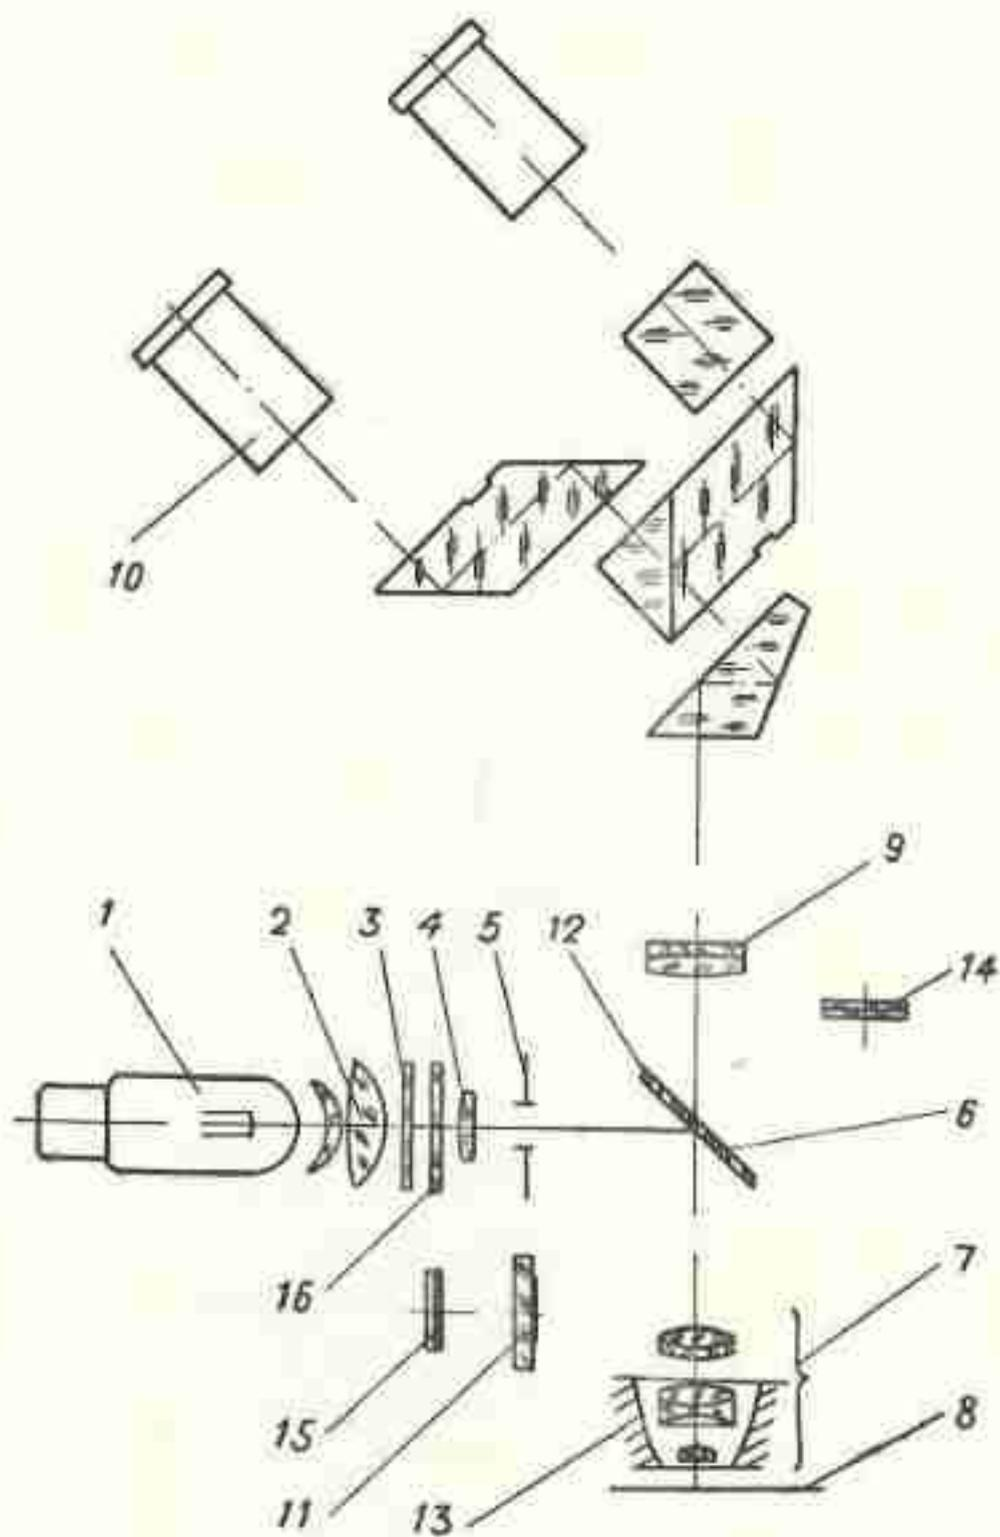
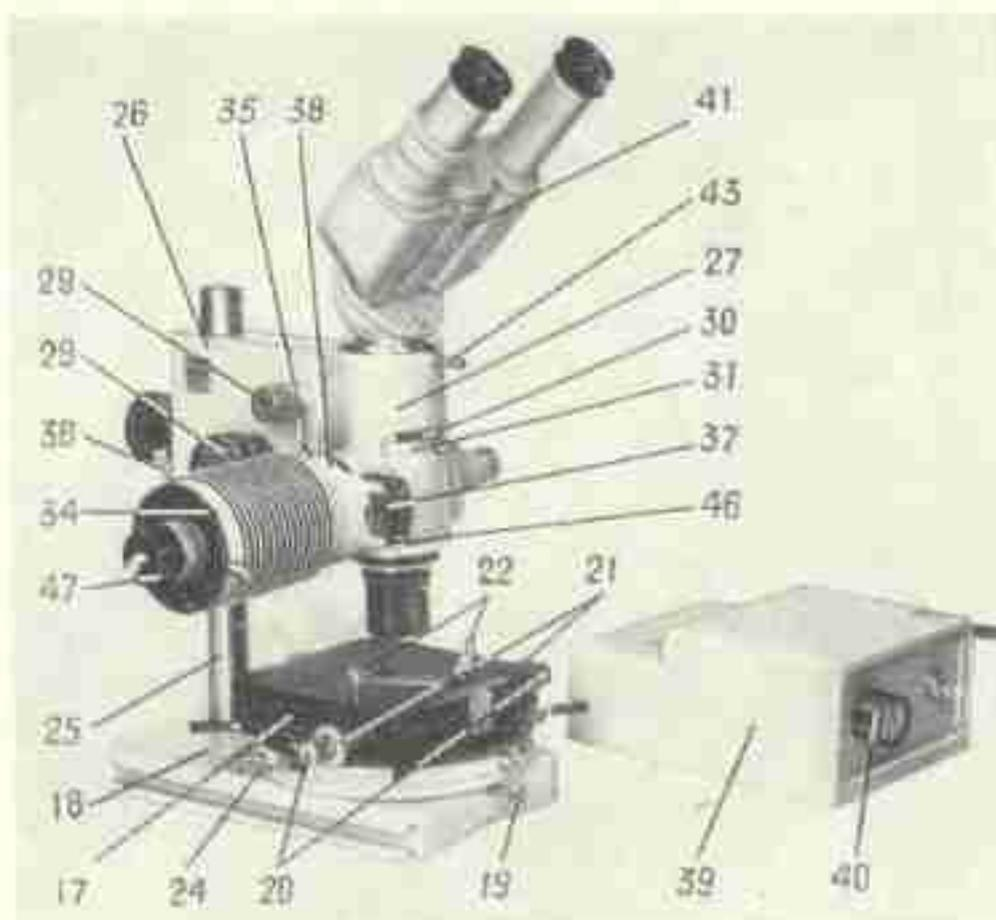
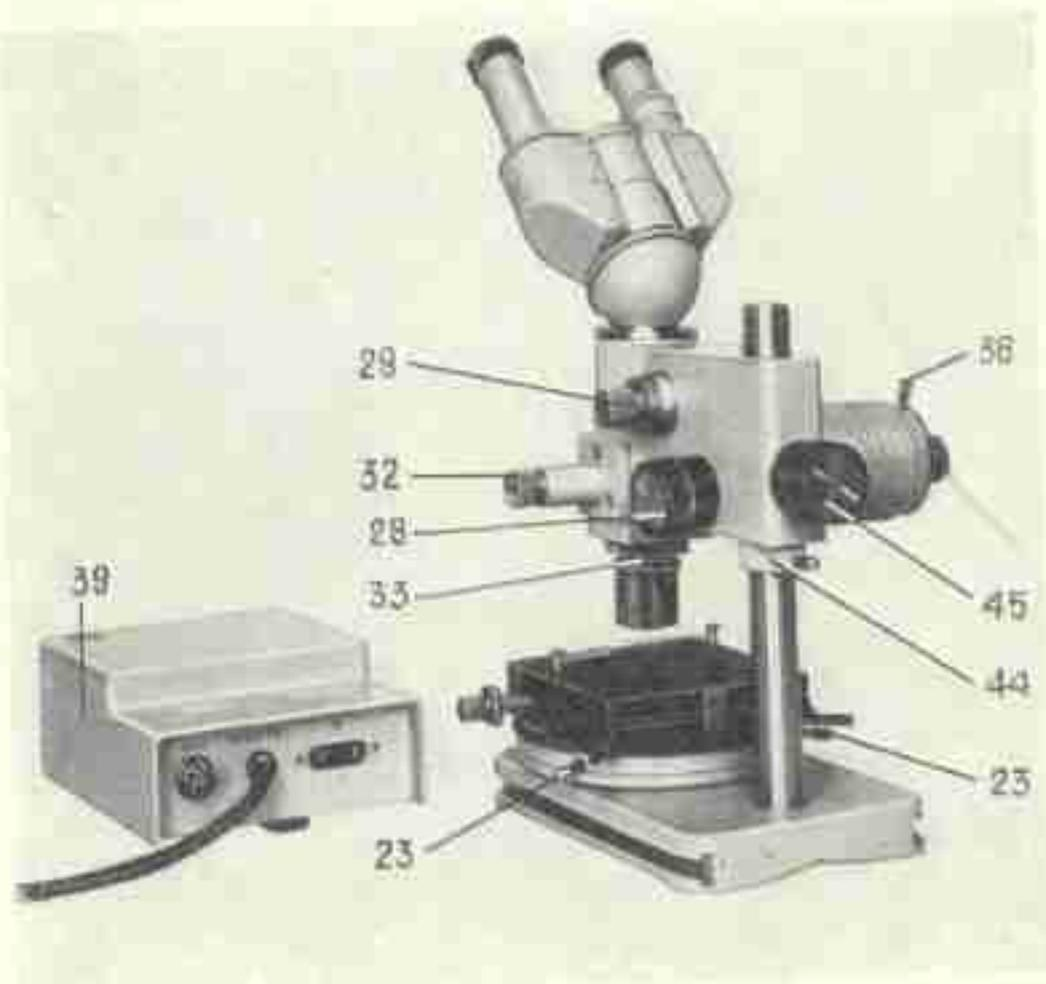

Рис. 1
Рис. 2
Рис. 3
При наблюдении в светлом поле лучи от источника света *1* (рис. 1) проходят через коллектор *2*, теплофильтр *3*, осветительную линзу *4*, диафрагму *5*, отражаются от плоскопараллельной полупрозрачной пластинки *6* и направляются через объектив *7* на объект *8*. Лучи, отраженные от поверхности объекта, снова проходят через объектив, который совместно с линзой *9* проецирует изображение объекта в фокальную плоскость окуляров *10*.
Столик *17* (рис. 2) установлен на основании *18* микроскопа и при отпущенном винте *19* может быть снят. Столик перемещается в горизонтальной плоскости в двух взаимно перпендикулярных направлениях. Продольное перемещение осуществляется с помощью рукояток *20*, поперечное — с помощью рукояток *21*. Рукоятки расположены на одной оси и выведены с двух сторон столика.
Крепление объекта на столике осуществляется пружинными клеммами *22*. Центрировка столика производится двумя специальными ключами *23* (рис. 3). Поворот столика фиксируется винтом *24* (см. рис. 2).
На колонке *25* (см. рис. 3), жестко соединенной с основанием, крепится корпус *26* с тубусом *27*.
ки тубуса. Грубое перемещение тубуса осуществляется рукоятками 28 (см. рис. 2, 3), микрометрическая фокусировка — рукоятками 29.
Поворот анализатора осуществляется в пределах от 0 до 90° с отсчетом по шкале 30 (см. рис. 2).
ляется пылезащитная заглушка 31 (см. рис. 2, 4).
Рукоятка 32 (см. рис. 3) служит для выключения светоделительной пластинки 6 (см. рис. 1) при работе в темном поле.
Сменные салазки с объективом 33 (см. рис. 3, 4) устанавливаются в направляющие тубуса микроскопа.
Осветитель 34 (см. рис. 2) закрепляется на тубусе микроскопа винтом 35. Винты 36 (см. рис. 2, 3) служат для центровки нити лампы относительно оптической оси микроскопа. В выдвижной рамке 37 (см. рис. 2) находятся ирисовая диафрагма 5
(см. рис. 1) и диафрагма 11 темного поля. В паз 38 (см. рис. 2) осветительного тубуса вкладывается светофильтр 16 (см. рис. 1) типа ЖЗС5 или поляризатор 15.
Питание лампы осуществляется от сети переменного тока напряжением 220 В, частотой 50—60 Гц через блок питания 39 (см. рис. 2, 3). Рукоятка 40 (см. рис. 2) служит для регулировки накала лампы (подробнее см. техническое описание блока питания).
Опустите по колонке 25 (см. рис. 2) и закрепите хомутик 44 (рис. 3); поворотом рукоятки 45 отверните стопорный винт, корпус с тубусом опустите до упора в хомутик и зажмите стопорный винт.
Включите лампу через блок питания в сеть. Вставьте окуляры в бинокулярную насадку, салазки с объективом вдвиньте до упора и установите заранее подготовленный объект на столик. Включите в ход лучей отражательную пластинку, для чего вдвиньте ручку 32 (см. рис. 3) в корпус до упора.
Передвиньте рамку 37 (см. рис. 2) с ирисовой диафрагмой от себя до упора, сфокусируйте микроскоп на объект.
Перемещениями патрона 47 с лампой вдоль втулки и вращением центрировочных винтов 36 (см. рис. 2, 3) добейтесь наиболее яркого и равномерного освещения объекта, после чего откройте ирисовую диафрагму на две трети. Величину открытия диафрагмы необходимо подбирать каждый раз опытным путем, добиваясь наилучшего изображения объекта. При слишком широко открытой диафрагме снижается контрастность изображения, при мало открытой — искажается изображение структуры объекта.
Выдвинув на себя до упора рамку 37 (см. рис. 2), включите в ход лучей диафрагму темного поля. Выведите из хода лучей отражательную пластинку, выдвинув до отказа рукоятку 32 (см. рис. 3).
Рамка 37 должна быть вдвинута в корпус осветителя до упора. Рукоятка 32 должна быть вдвинута до отказа в тубус 27 (см. рис. 2).
Ключами 23 (см. рис. 3) отцентрируйте столик так, чтобы при его вращении на 360° изображение выбранной точки оставалось в центре поля зрения неподвижным.
Анализатор в оправе вставляют в паз в верхней части тубуса вместо заглушки 31 (см. рис. 2). Установите рукоятку анализа-
- Рис. 2. Внешний вид прибора.
- Рис. 3. Внешний вид прибора.